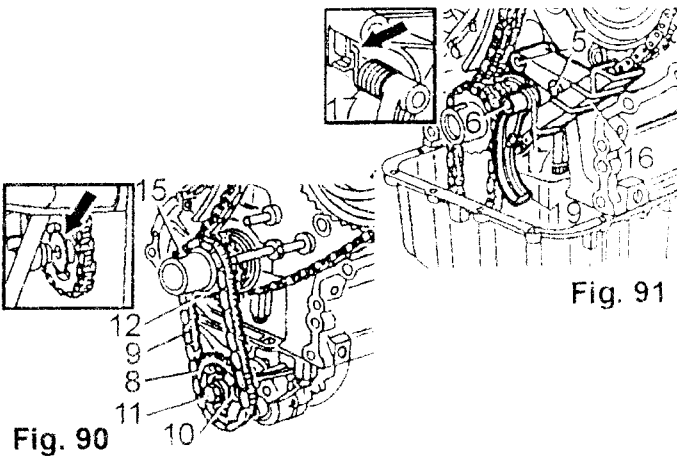

Fig. 90
Colgar la cadena de la bomba de aceite (9) en la rueda dentada del eje de motor (12) y montar la rueda dentada de la bomba de aceite (8) (Fig. 90)